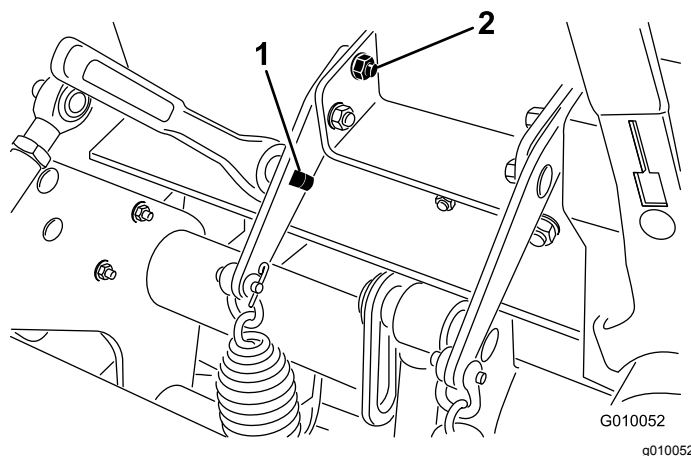

Figure 30
3. Insérez un manche à rochet de 1/2 pouce ou une barre de levier dans le trou carré du support de ressort (Figure 30).